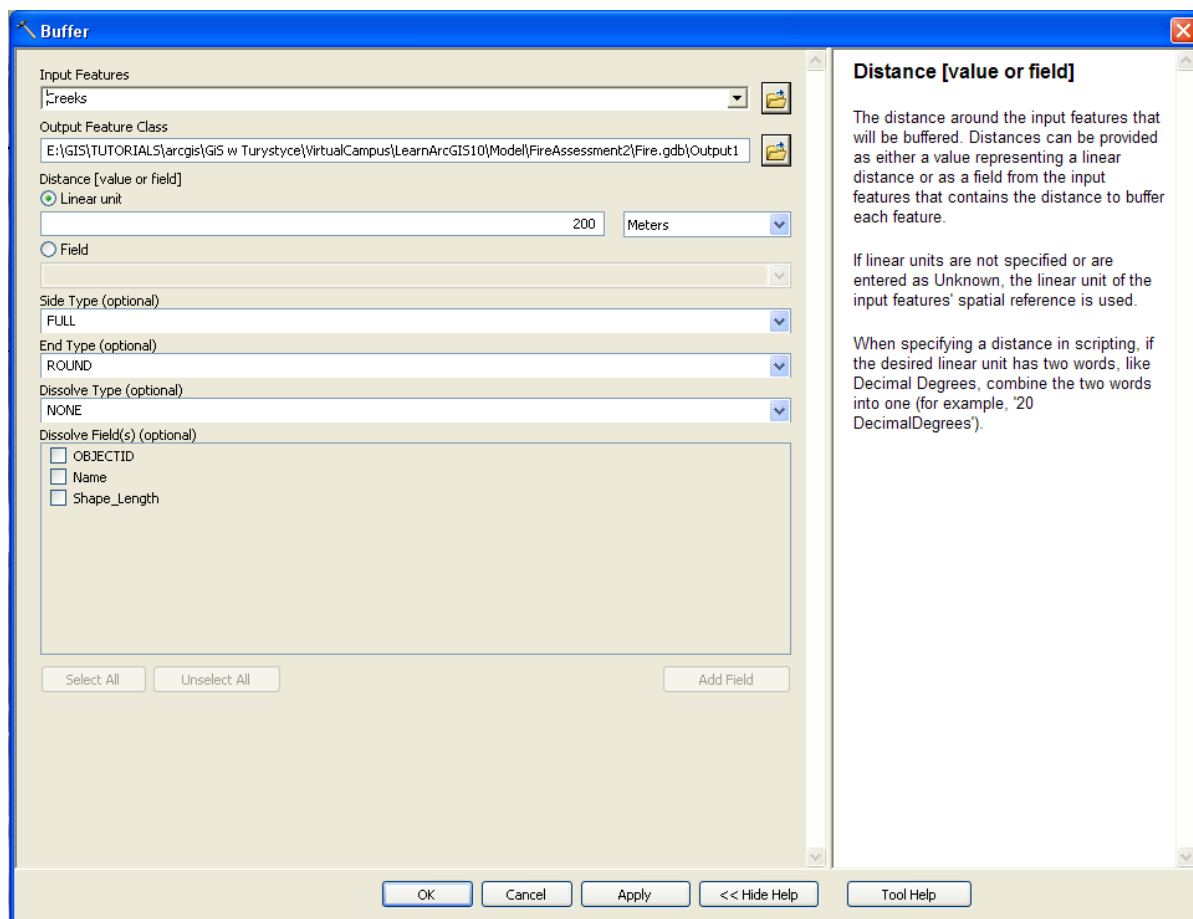

Fig. 9. Okno dialogowe narzędzia *Bufor*
- 6.6. Wprowadź odpowiednie parametry procesu (Fig. 9):